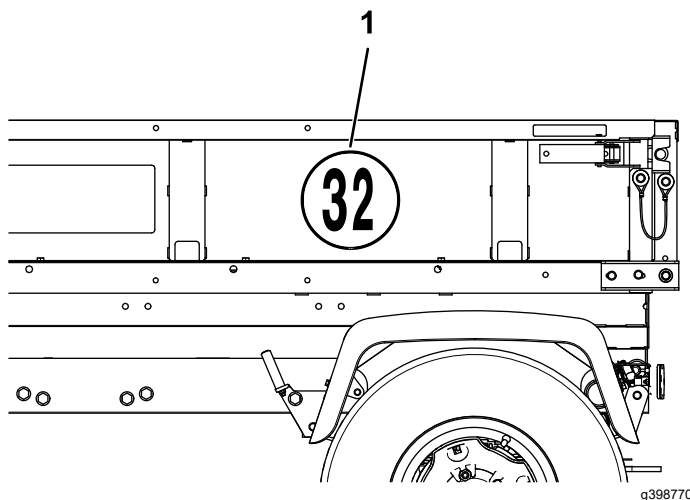

Figura 19
1. Sul lato sinistro del pianale di carico, fissate l'adesivo di velocità nell'area compresa tra il secondo e il terzo canale come illustrato nella Figura 19.